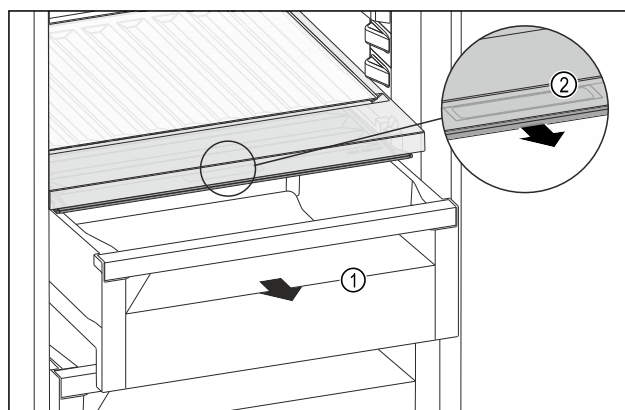

Fig. 109
- ▶ Wyciągnąć szufladę Fig. 109 (1).
- ▶ Chwycić uchwyt wpuszczany Fig. 109 (2) na pokrywie komory i pociągnąć pokrywę jednocześnie do przodu.